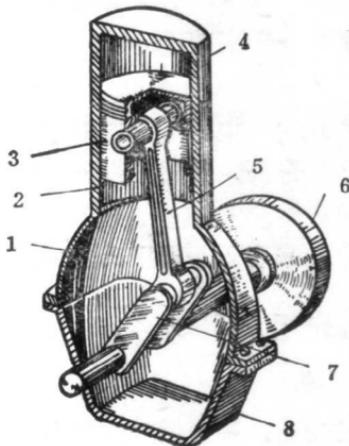

图1—1 柴油机的结构
2. 曲柄连杆机构：它是柴油机的主要运动部件。由活塞、连杆、曲轴、飞轮等零件组成（图1—1）。它的作用是将活塞的往复运动转变为曲轴的旋转运动。